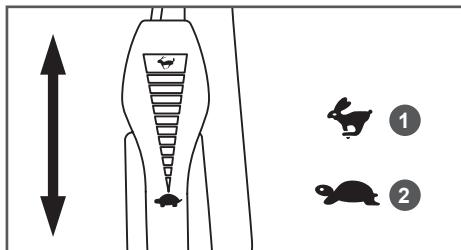
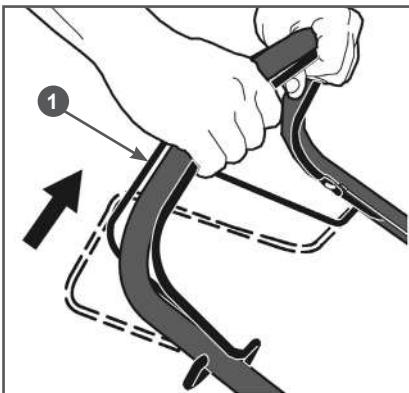

Рис. 18 Положения рычага газа (вид сверху)
Рис. 21 Включение привода хода
- Переведите рычаг газа 6 (Рис. 1) на 1/3 хода из положения «2» в сторону положения «1» (Рис. 18).
После запуска прогретого двигателя работу можно начинать сразу, для этого переведите рычаг газа в положение «1» (Рис. 18).
2. Рычагом газа переведите двигатель в режим холостого хода (переведите рычаг газа в положение 2 (холостых оборотов) (Рис. 18)
В соответствии с разделом ЗАПУСК ДВИГАТЕЛЯ запустите двигатель и прогрейте его. После прогрева двигателя установите рычаг газа в положение 1 (максимальные обороты) (Рис. 18), затем включите привод хода, нажав рычаг 1 включения привода хода (Рис. 21).
Скашивание необходимо производить только на максимальных оборотах двигателя (рычаг газа в положении 1 (Рис. 18)). Уменьшение оборотов двигателя для снижения скорости движения газонокосилки допускается только на короткое, непродолжительное время. Постоянная работа двигателя газонокосилки на средних и холостых оборотах с целью уменьшения скорости движения газонокосилки (или возможной экономии топлива) запрещается.